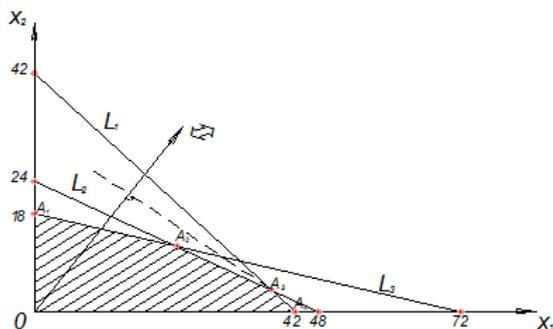

Рис. 3
«Пробная» точка  $O(0; 0)$  удовлетворяет всем неравенствам из (17) и потому многоугольник решений  $OA_1A_2A_3A_4$  расположен в нижних полуплоскостях, порожденных прямыми  $L_1$ ,  $L_2$  и  $L_3$  как показано на рис. 3
Построим вектор набла  $\nabla = (25, 34)$ . Последней точкой встречи линии уровня с многоугольником решений будет точка  $A_3$  (см. рис.3) с координатами:  $x_1 = 36$ ,  $x_2 = 6$ , являющимися решениями системы уравнений